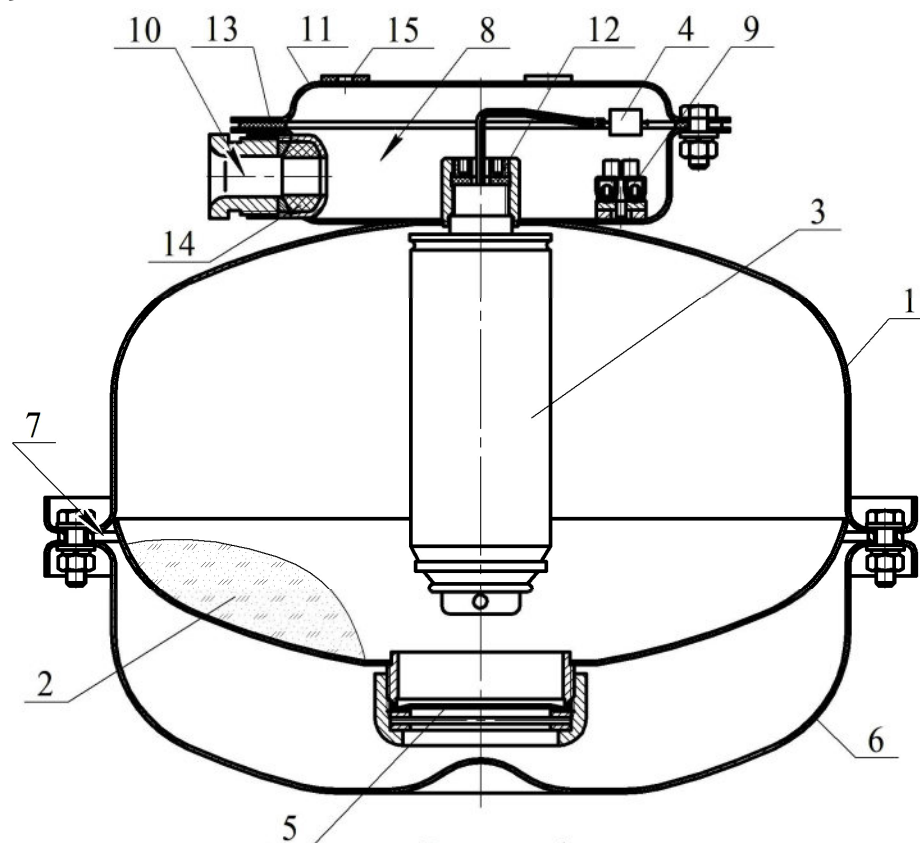

Рисунок 1
МПП (см. рисунок 1) состоит из корпуса **1**, в котором размещаются огнетушащий порошок (далее по тексту ОП) **2** и источник холодного газа (далее по тексту ИХГ) **3** с элементом электропусковым **4**. Сопловое отверстие для выхода ОП из корпуса перекрыто мембраной **5**. Со стороны соплового отверстия корпус **1** соединен с отражателем **6**. Насадок-распылитель **7** для выхода ОП представляет щелевой зазор между корпусом **1** отражателем **6**.
После подачи электрического импульса на выводы элемента электропускового **4** ИХГ **3** (см. рисунок 1) генерирует газ, который впускает ОП **2** и создает давление внутри корпуса МПП для вскрытия мембраны **5** и выброса через насадок-распылитель **7** струи ОП в зону горения.
2.1.3 Через резиновые прокладки 15 (см. рисунок 1) закрепить кронштейн 11 (см. рисунок 1) на потолке, стене, полу или иной несущей поверхности. Координаты отверстий в кронштейне, предназначенном для крепления МПП, показаны на рисунке 3.
2.1.4 Через резиновую прокладку 13 (см. рисунок 1) состыковать МПП с кронштейном и закрепить соединение гайками.